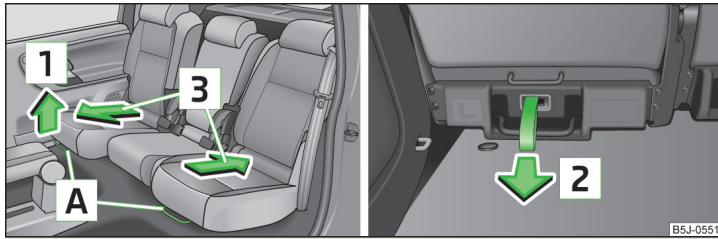

Abb. 54 Entriegelung vorn / hinten
- › Den Hebel **A** » Abb. 54 nach oben in Pfeilrichtung **1** oder an der Entriegelungsschleife in Pfeilrichtung **2** ziehen und den Sitz in die gewünschte Position in Pfeilrichtung **3** verschieben.